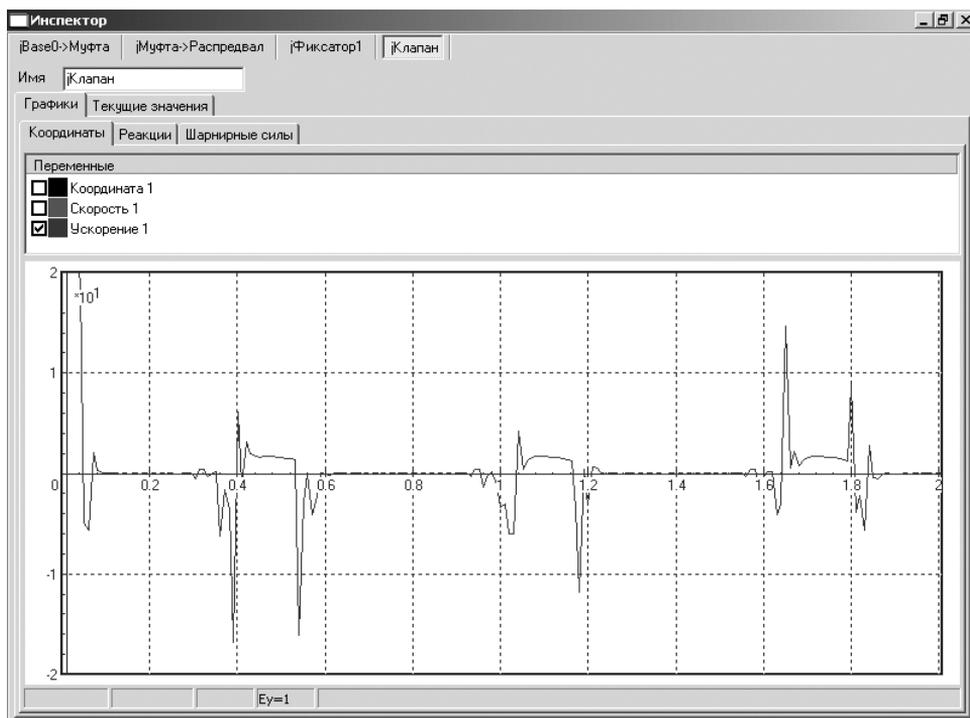

Рис. 2.47. Окно **Инспектор** с графиком ускорения клапана
- щелкните в окне **Инспектор** в верхнем правом углу по кнопке – **Развернуть**. Окно **Инспектор** развернется во весь экран, см. рис. 2.47.